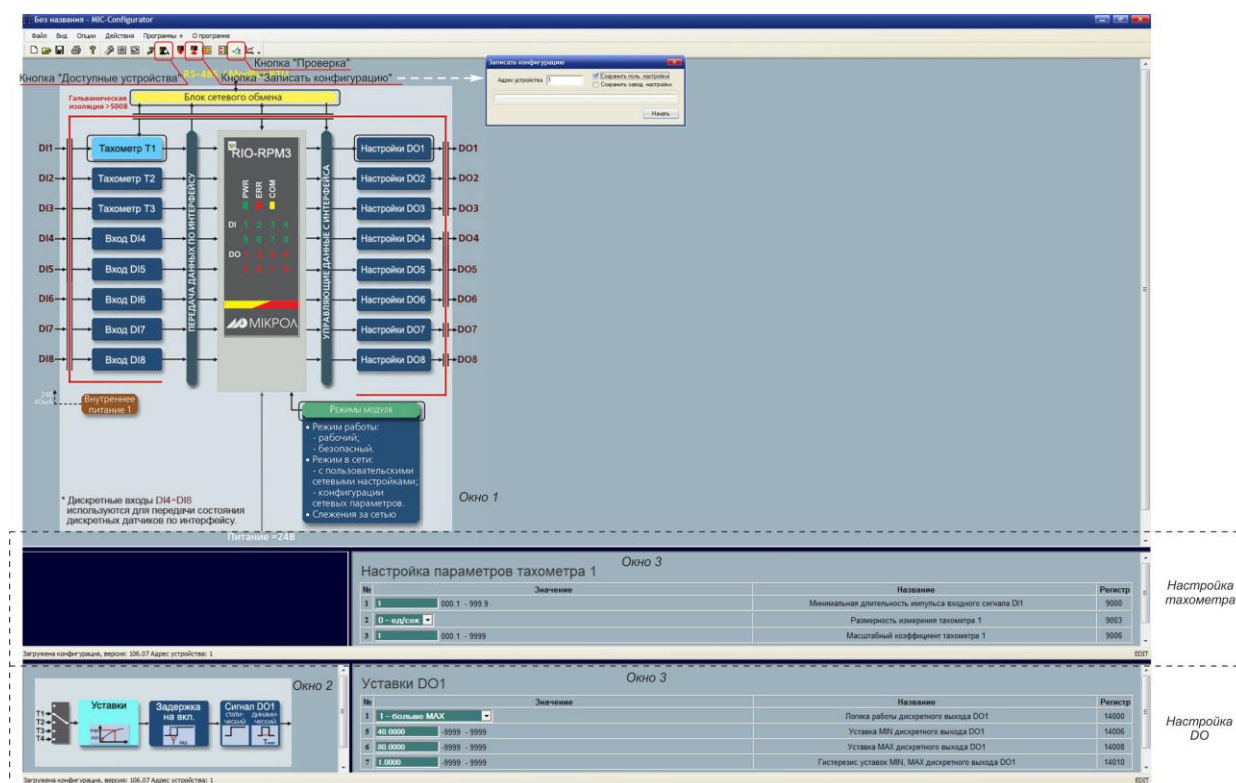

Рисунок 4.4 – Редактирование конфигурации
4.3.6.2 В окне редактирования параметров нажать кнопку "Блок сетевого обмена" (см. рис. 4.4).
4.3.6.6 В МИК-Конфигураторе нажать кнопку "Доступные устройства" (см. рис. 4.4) и произвести поиск модуля согласно пункту 4.3.4.
4.4.1 Для проверки модуля на панели инструментов нажмите кнопку вызова окна проверки (см. рис. 4.4).